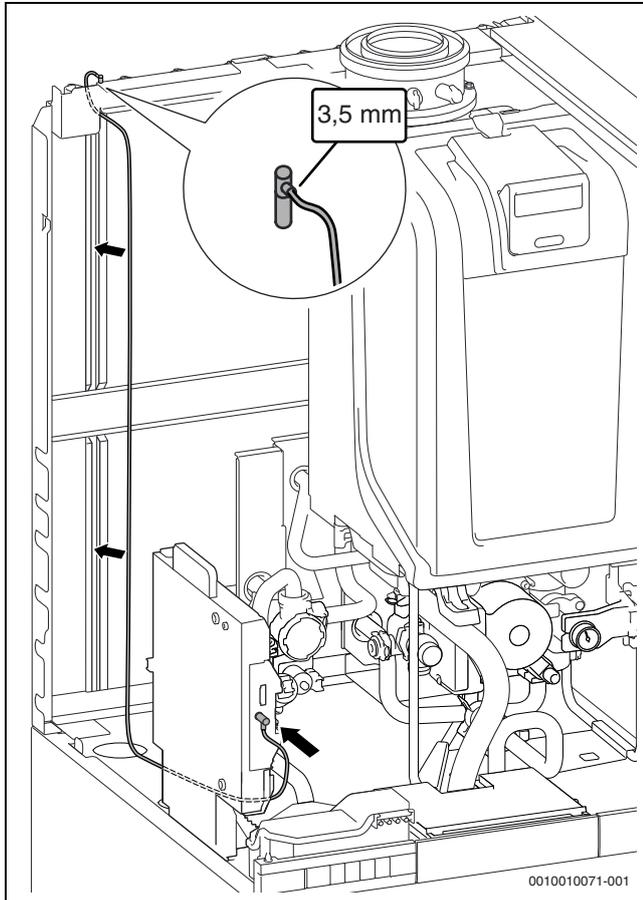

Bild 184 Anschluss und Verlegung des Kabels an Buderus Logamatic web KM100
- Kabel für den Anschluss von Buderus Logamatic web KM100 aus dem Lieferumfang entsprechend Bild 184 verlegen.